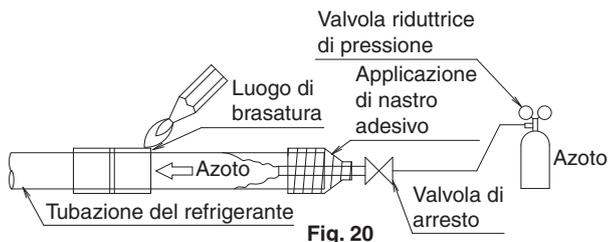

Fig. 20
- Prima della brasatura delle tubazioni del refrigerante, far passare il flusso di azoto al loro interno e sostituire l'aria con l'azoto. Successivamente, eseguire la brasatura (NOTA 2). **(Fare riferimento alla Fig. 20)** Dopo che tutti i lavori di brasatura sono completati, eseguire il raccordo svasato con l'unità interna.